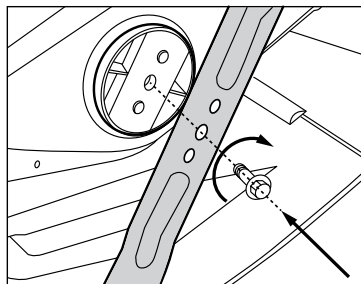

Рис. 16
5. Закрепите новый нож болтом, подложив под него шайбу. Обратите внимание на то, чтобы нож был правильно ориентирован (рис. 16).